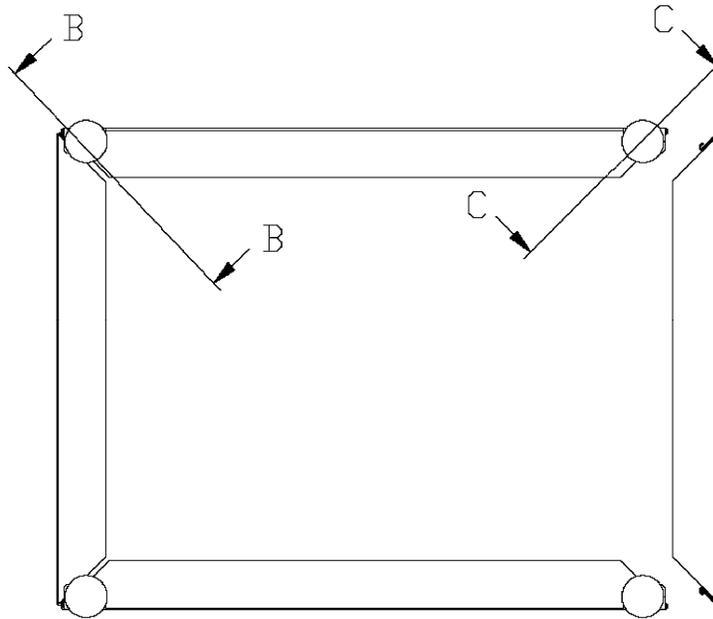
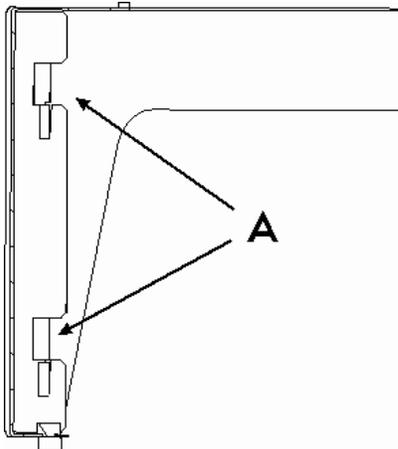
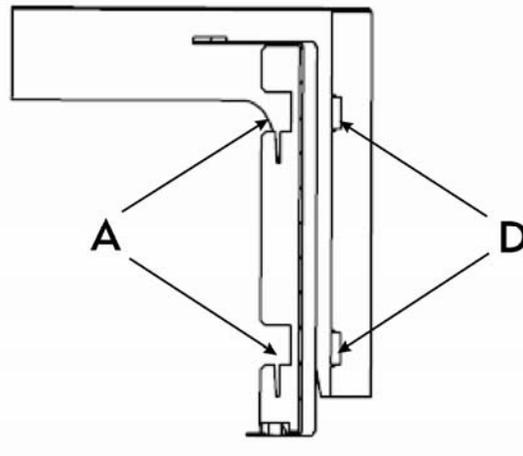

Bild 20: Seitenteile des Montagerahmens
Bild 21: Detail Schnitt B-B
Bild 22: Detail Schnitt C-C
- Fügen Sie die Seitenteile des Montagerahmens gemäß Bild 20 und den Schnittdarstellungen in Bild 21 und Bild 22 zusammen.